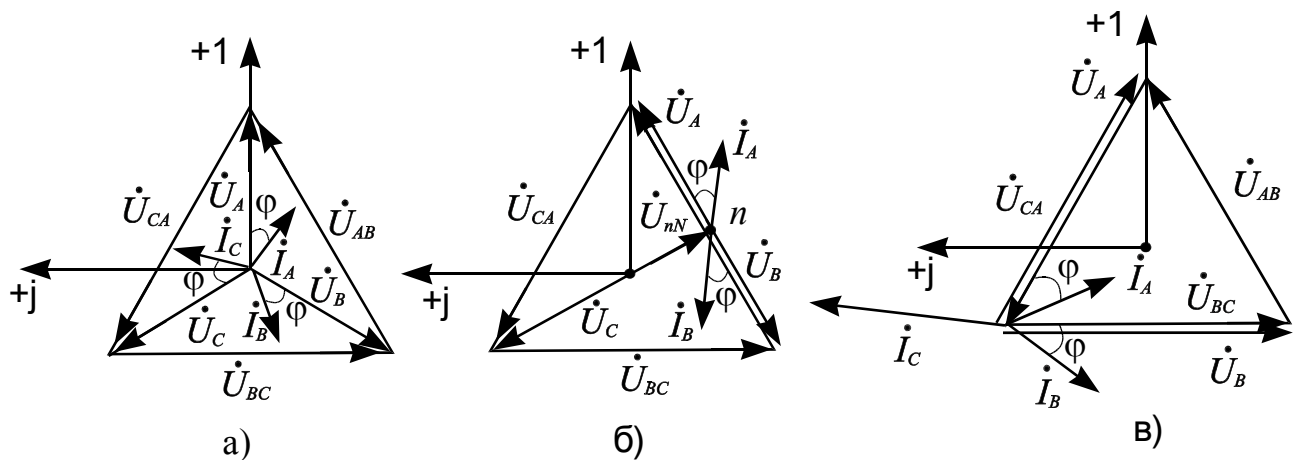

Рис. 3.3.2
Векторная диаграмма для данного режима показана на рис. 3.3.2в.
7. Векторные диаграммы, показанные на рис. 3.3.2, построены для симметричного режима рис. 3.3.2а и для режима с отключенной фазой  $c$  рис. 3.3.2 б. Токи отстают от соответствующих фазных напряжений на угол  $\varphi = \arccos \frac{R_\Phi}{Z_\Phi} = 36,87^\circ$ , т.к. характер приемника активно-индуктивный.